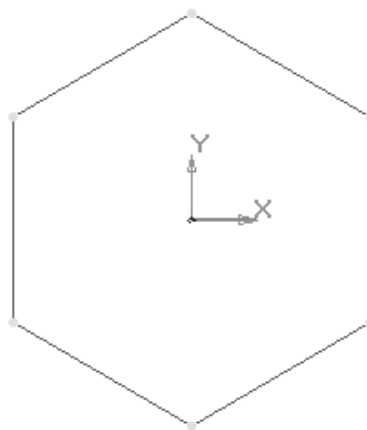

Рисунок 2.9 – Основа призми
- ортогональне креслення. Розташуєте шестикутник, як показано на рис. 2.9;